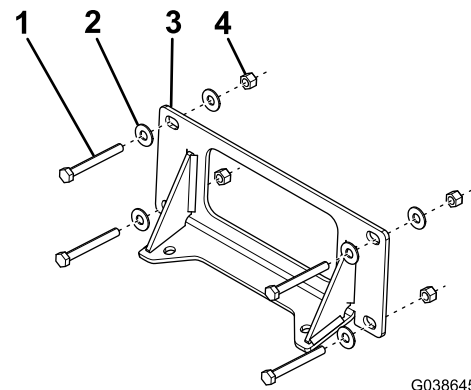

Figura 2
7. Sujete la placa superior a la placa de protección del vehículo con 4 pernos largos (5/16"), 6 arandelas (5/16") y 4 tuercas (5/16"), y apriete las fijaciones a mano solamente (Figura 2).